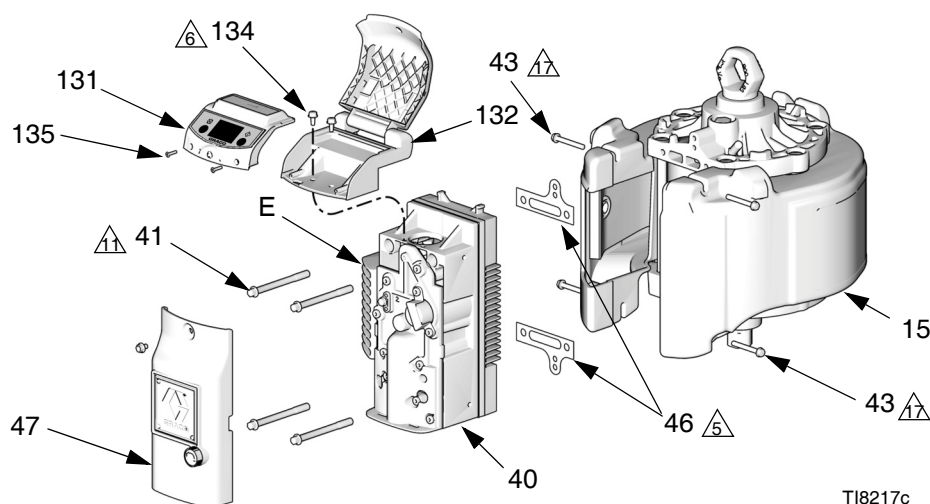

FIG. 9. Rimuovere la valvola dell'aria (modello mostrato con modulo DataTrak)
4. Vedere FIG. 9. Rimuovere il coperchio esterno della valvola (47).
- a. **DataTrak Modelli:** Rimuovere le due viti (135). Rimuovere con attenzione il modulo DataTrak (131), vedere pagina 14. Scollegare il solenoide di fuorigiri e i cavi del sensore dalla scheda del modulo. Rimuovere le due viti (134) e far scorrere con attenzione l'alloggiamento (132) sulla valvola dell'aria.
7. Vedere FIG. 9, pagina 22. Lubrificare le guarnizioni (46) e accertarsi che siano allineate con i fori sulla parte posteriore della valvola dell'aria (40). Montare la valvola dell'aria. Reinstallare le due viti (41) e serrare a 27,1 N•m (20 piedi-lb). Serrare le viti (43) a mano, quindi serrarle completamente contro il silenziatore (15).